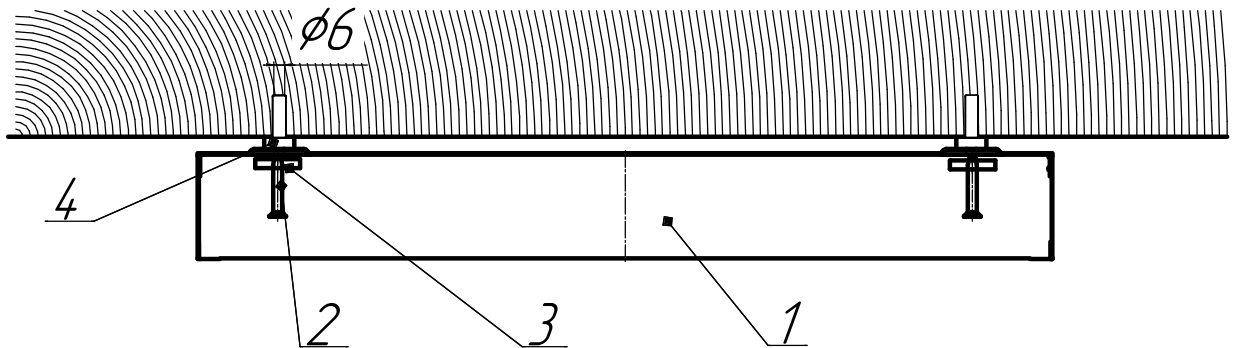

Рисунок 2 - Схема установки светильника
5.4 Закрепите светильник на опорной поверхности (рисунок 2), предварительно разметив точки крепления к опорной поверхности. Диаметр крепежных отверстий 6мм.